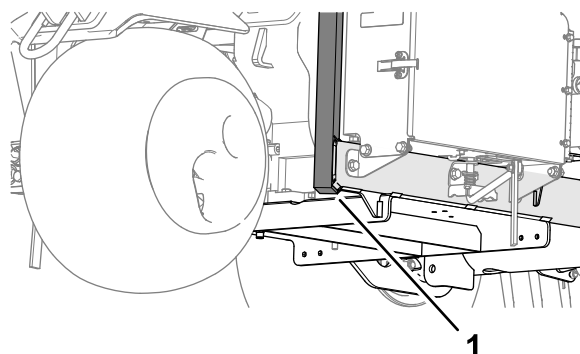

Figure 138
3. Placez le cric solidement sous le bras de support de la roue avant (Figure 138).